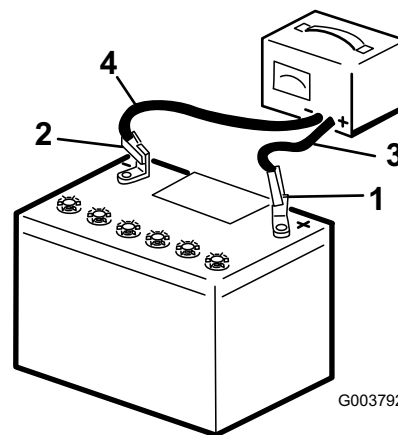

Figure 29
3. Chargez la batterie pendant 10 à 15 minutes entre 25 et 30 A, ou pendant 30 minutes entre 4 et 6 A (Figure 29). Ne chargez pas la batterie excessivement.
4. Quand la batterie est chargée au maximum, débranchez le chargeur de la prise, puis débranchez les fils du chargeur des bornes de la batterie (Figure 29).